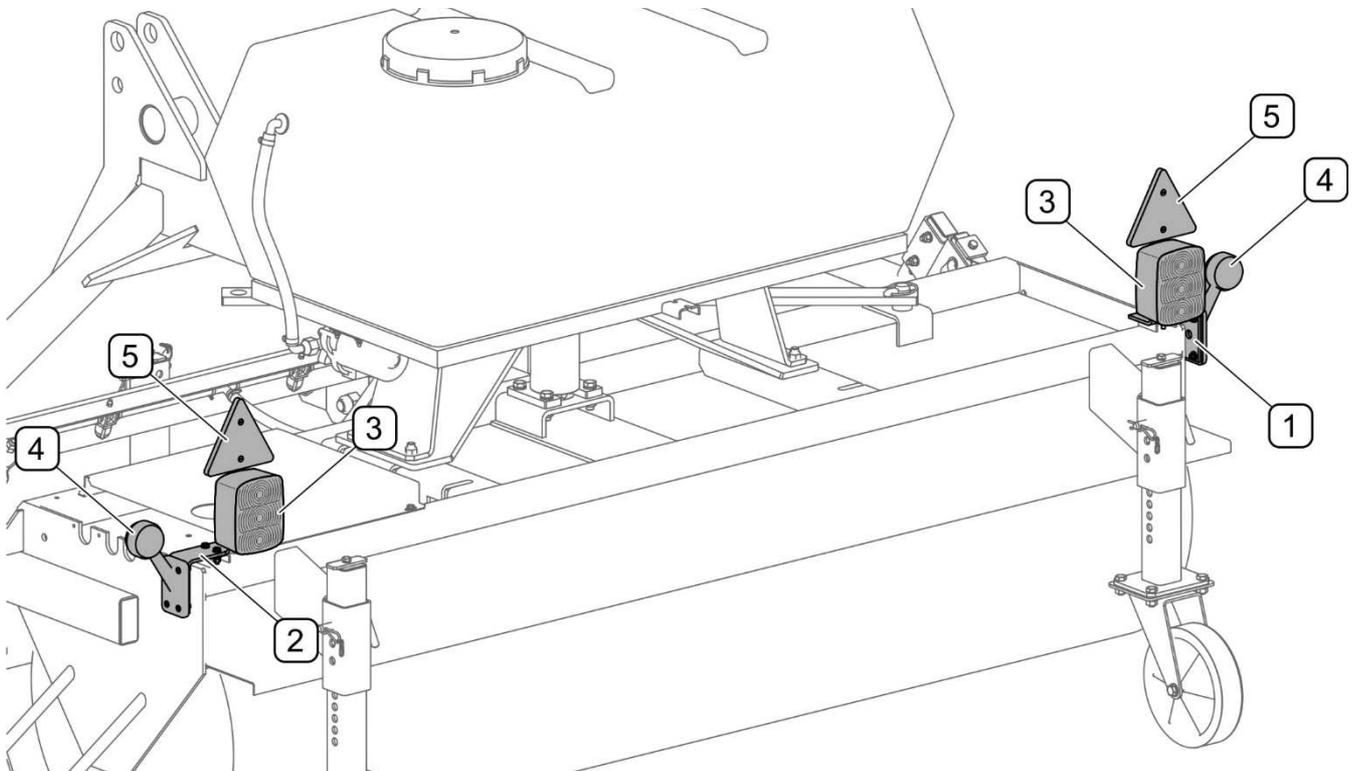

ABB. 4.12 Zusätzliche Beleuchtung auf der Rückseite der Kehmaschine (Option)
(1) - Halterung; (2) - Kennzeichnungstafel für bauartbedingt langsam fahrende Fahrzeuge (gehört nicht zum Lieferumfang der Maschine)
- Wenn die Kehmaschine die Beleuchtung des Schleppers verdeckt, muss die Zusatzbeleuchtung (ABB. 4.12) verwendet werden, die auf der Rückseite der Kehmaschine befestigt wird (Zusatzausstattung).